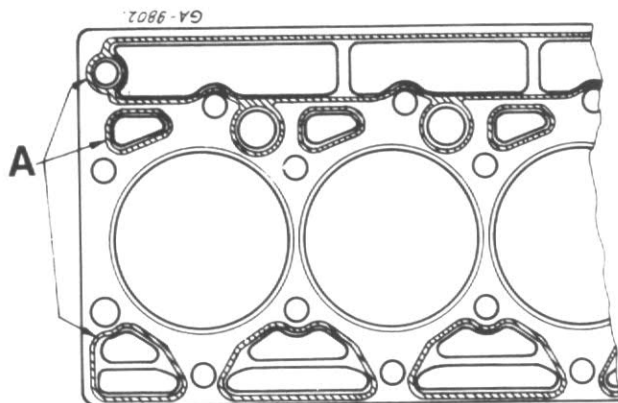

Figure 53
4. Montez un joint de culasse neuf, fig. 53 sur le bloc moteur. Disposez la culasse sur le bloc-cylindre à l'aide d'un palan.
NOTE: Le resserrage des écrous et des vis de culasse est inutile sur les matériels en clientèle dès lors que le joint de culasse sans entretien est monté. Voir fig. 53.